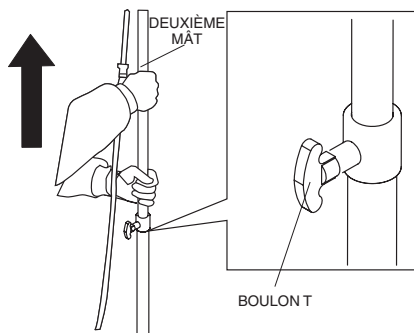

Figure 20. Abaisser le deuxième mât
1. Déserrer le boulon en T en tenant le deuxième mât et en poussant le mât complètement vers le bas. Bien serrer le boulon en T. Voir Figure 20.